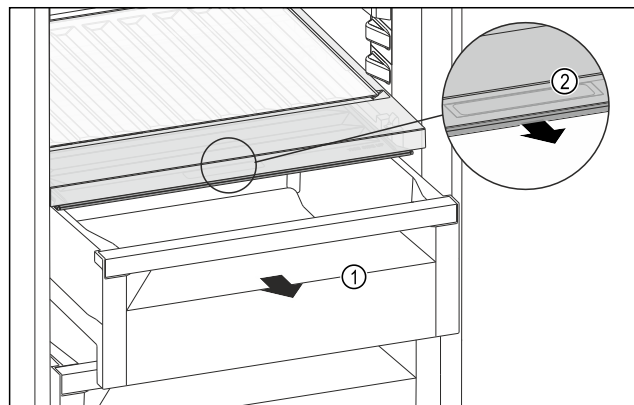

Fig. 118
- Vytiahnite zásuvku Fig. 118 (1).
- Uchopte priehľbinu na rukoväť Fig. 118 (2) na veko zásuvky a súčasne ťahajte veko zásuvky dopredu.